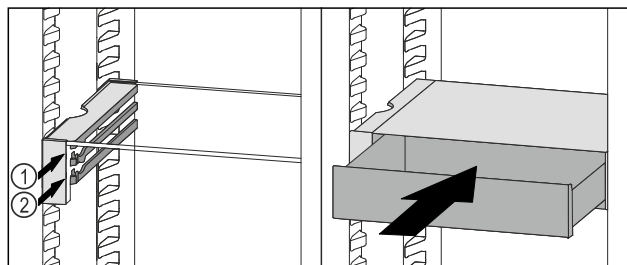

Fig. 174
- Nasaďte zásuvku VarioSafe za zarážky na požadovaném žebro Fig. 174 (1) nebo Fig. 174 (2).